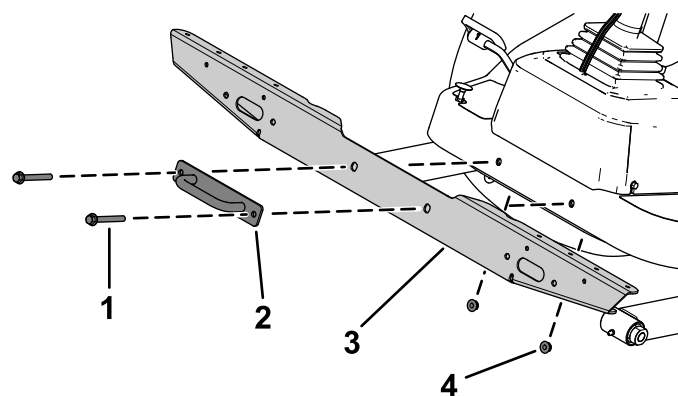

**Figura 11**
1. Rimuovete la staffa di ancoraggio dalla piattaforma (Figura 11).